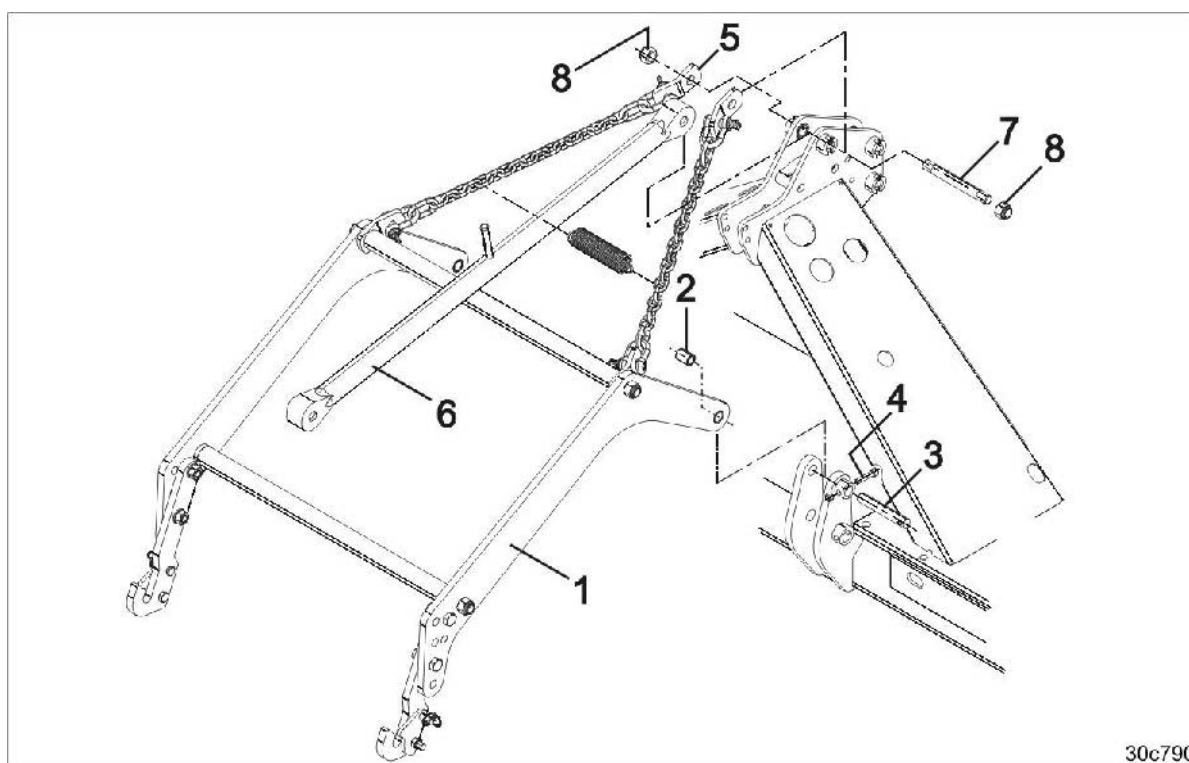

Bild 44
1. Lyft bärmarna (Bild 44/1) med en kran.
2. Fäst bärmarna tillsammans med två distanshylsor (Bild 44/2) i markbearbetningsmaskinen med hjälp av två bultar (Bild 44/3).
3. Säkra bultarna med skruv (Bild 44/4) och mutter.
4. Fäst kedjornas fästöglor (Bild 44/5) tillsammans med toppstången (Bild 44/6) i markbearbetningsmaskinen med en bult (Bild 44/7).
5. Lås bulten med två säkringsmuttrar (Bild 44/8).